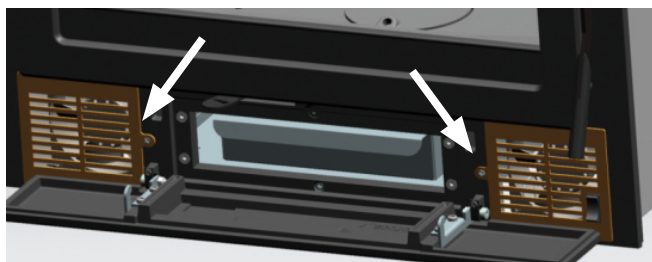

FIG. 1
1. Aprire la porta del cassetto cenere e togliere le griglie dei ventilatori, che sono fissate con due viti (Fig. 1).